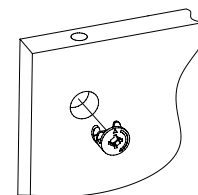

Рис.2
2. Вставьте головки минификс в детали 6, 7, 8, 10, 11, 12, 13 (Рис. 2).